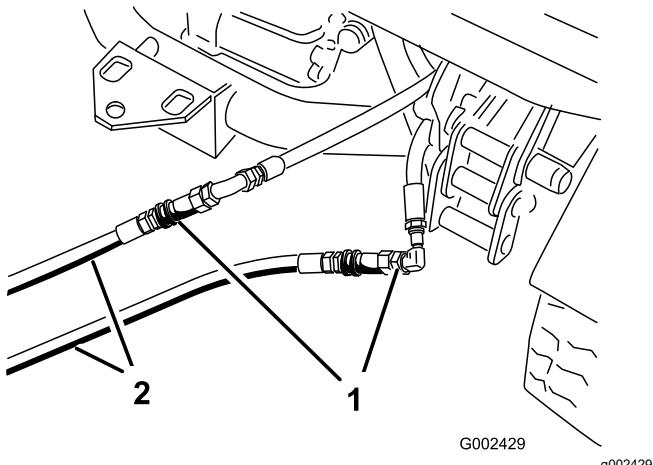

Figure 67
- Sur la machine en panne, raccordez les 2 flexibles de dépannage aux flexibles débranchés (Figure 67).